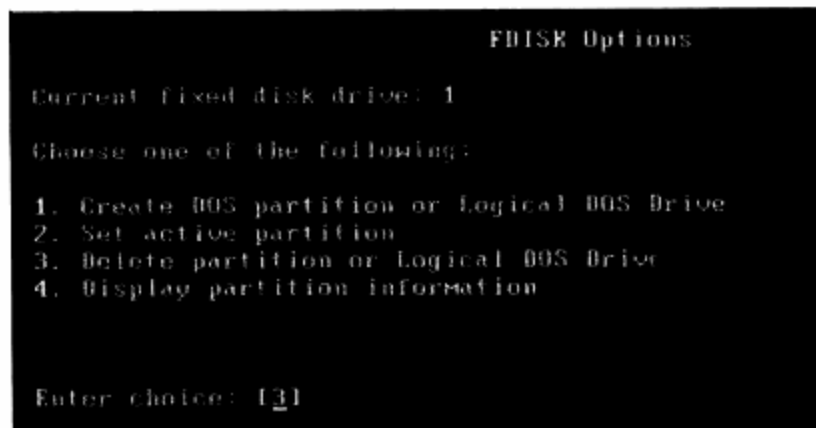

图4-37 FDISK菜单
**步骤 01** 在Fdisk主菜单中输入数字3后按Enter键，如图4-37所示。